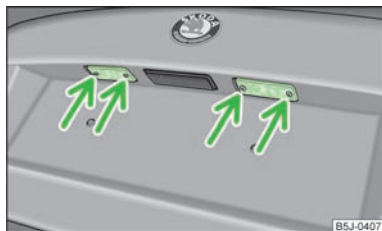

Abb. 153
- Die Gepäckraumklappe öffnen und die Glasabdeckung abschrauben » Abb. 153.